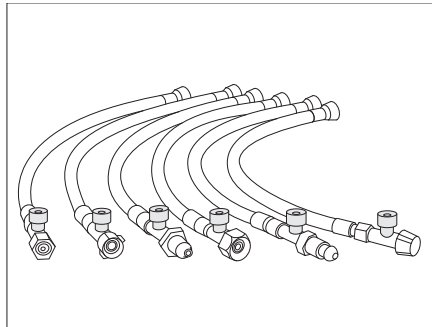

Fig. 162 Tubi flessibili ad alta pressione con dispositivo antirottura (varianti per i paesi specifici)
- Premere con forza il bottone verde sul tubo flessibile ad alta pressione (Fig. 162).